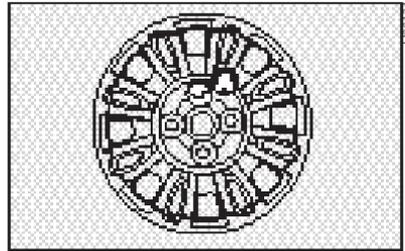

fig. 8
8) colocar a calota cuidando para que o símbolo ☞, na parte interna, fique em correspondência com a válvula, e dessa maneira o furo maior da calota A-fig. 8 passe pelo parafuso já fixado;